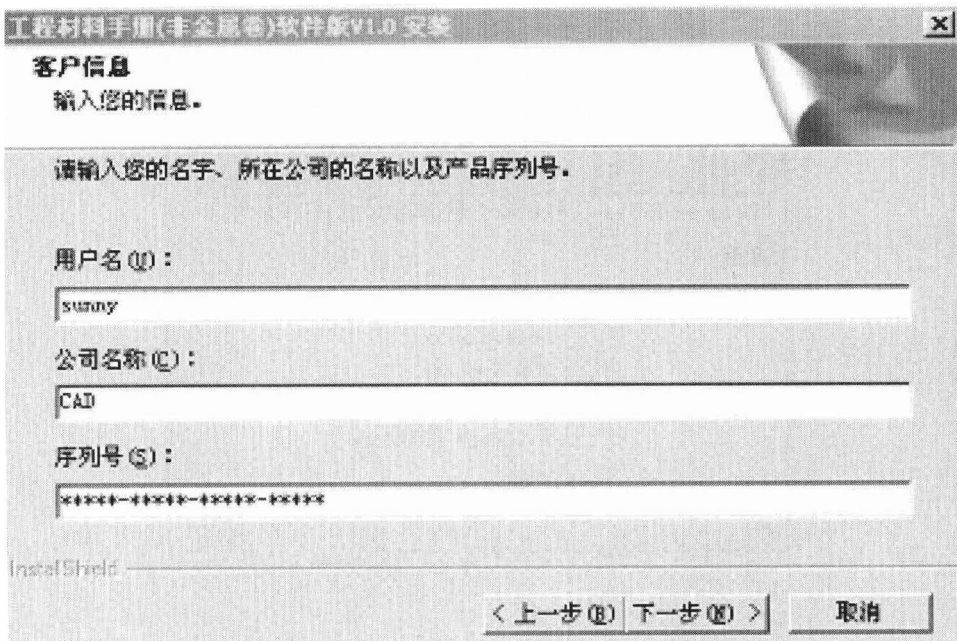

图 1.4 用户信息界面
(5) 在用户信息界面输入相关信息及序列号并仔细检查序列号无误后，单击“下一步”按钮，如图 1.4 所示。